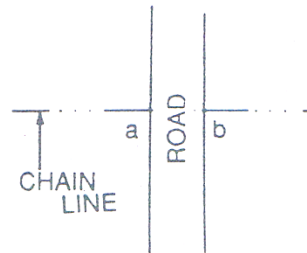

Fig. 2.11
- کله چې سرک د شرید خط په عمودي توګه باندې قطع کړي د سرک سره د تقاطع د نقاطو د chainage اندازيبي اخستل کېږي د fig 2.11 شکل مطابق